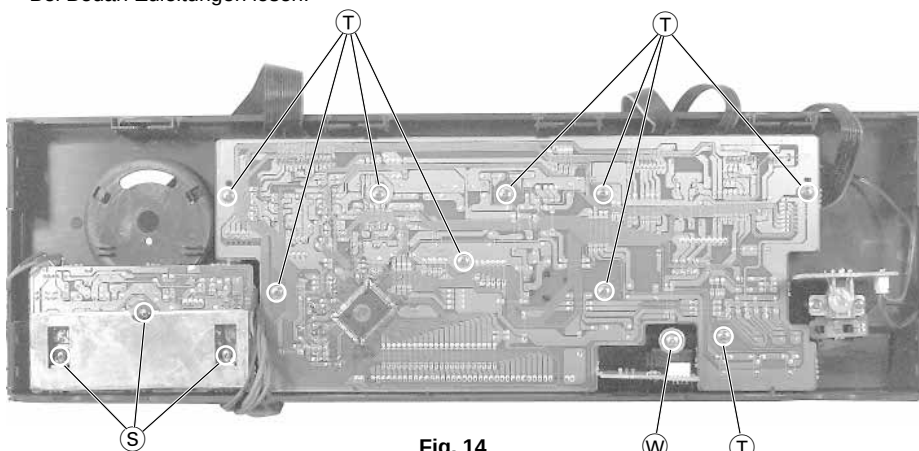

Fig. 14
- 3 Schrauben  (Fig. 14) herausdrehen und Klangreglerplatte abnehmen.
- 9 Schrauben  (Fig. 14) herausschrauben und Frontplatte abnehmen.
- Undo 3 screws  (Fig. 14) and remove the Tone Board.
- Undo 9 screws  (Fig. 14) and remove the Front Board.
- Schraube  (Fig. 14) herausschrauben und Kopfhörerplatte herausnehmen.
- Undo screw  (Fig. 14) and take out the Headphone Board.